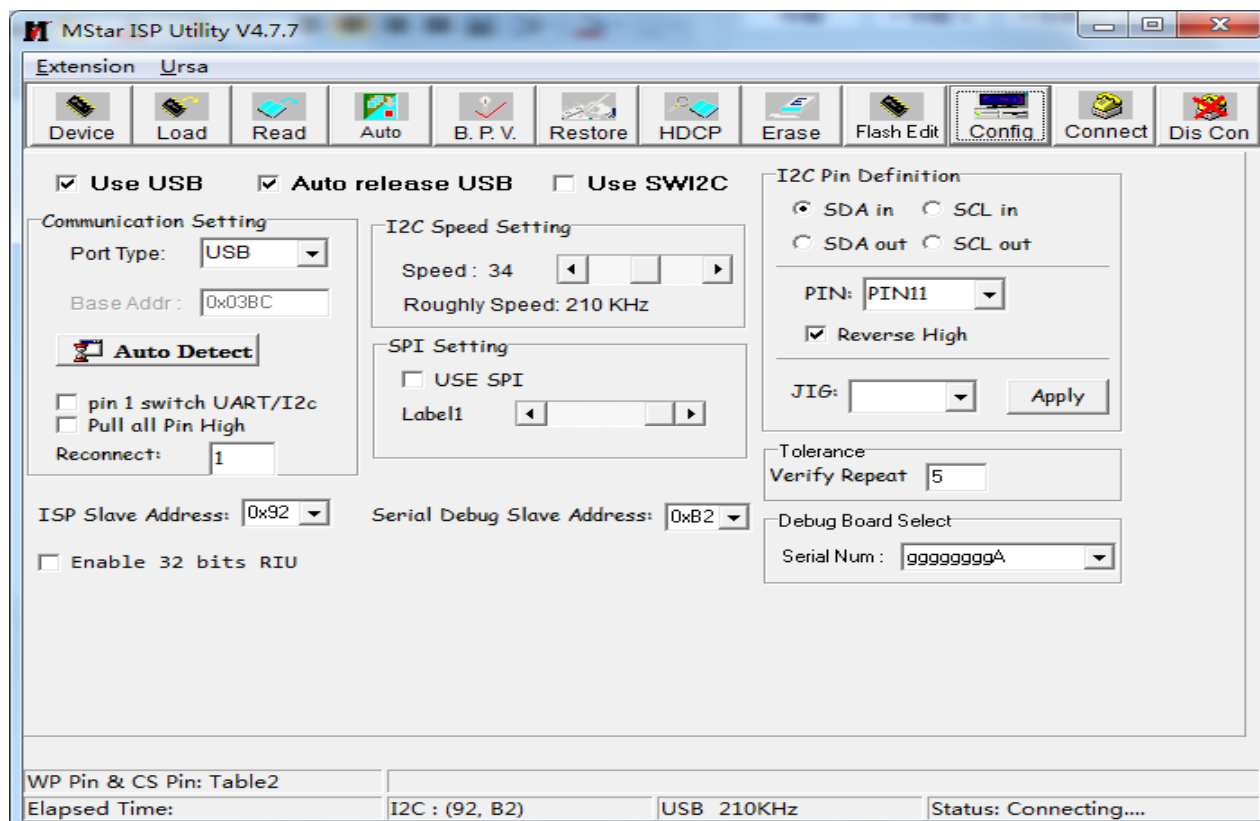

图 3.2
- 5) 打开时需要先检查一下配置, 对不符合的项进行更改, 点击 “Config” 按钮, 出现下图 3.2。